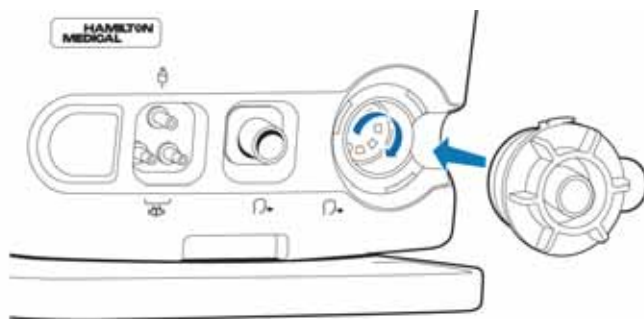

Рисунок 2-3. Установка клапана выдоха
1. Удерживая корпус клапана выдоха (рис. 2-3), установите силиконовую мембрану в корпусе.